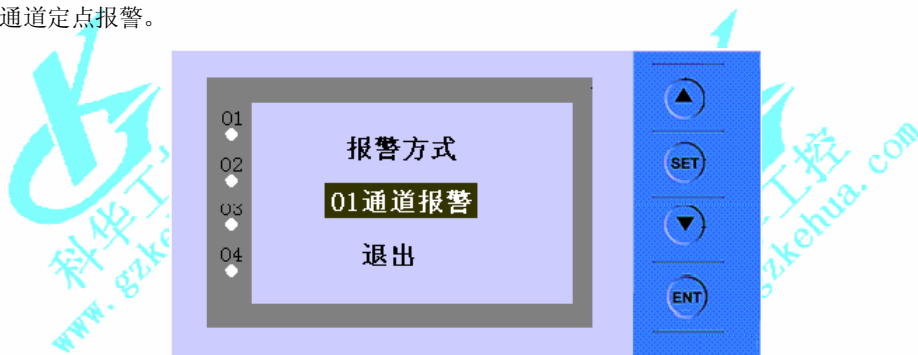

图 8: 报警方式设定画面
- (2) 报警方式设定: 报警方式设定画面如图 8 所示。“报警方式”选项有: 跟随报警、或报警、各个单通道定点报警。